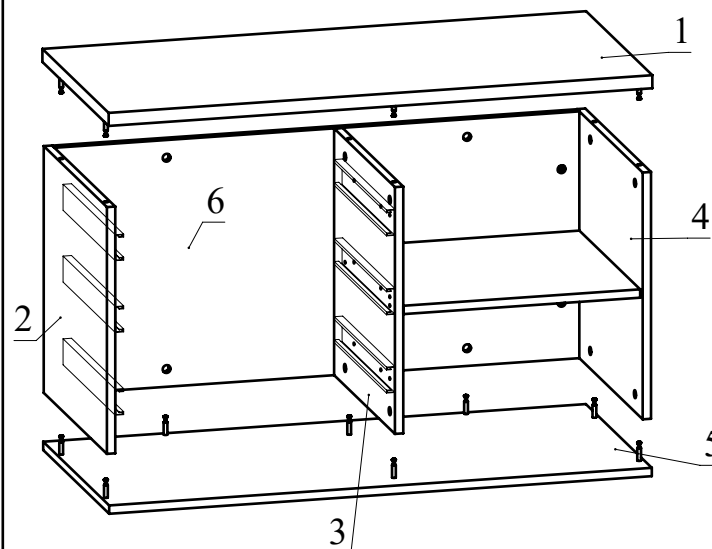

Рис. 6
- К полученной сборке присоедините детали 1 и 5, затягивая головки минификсов (Рис. 6).